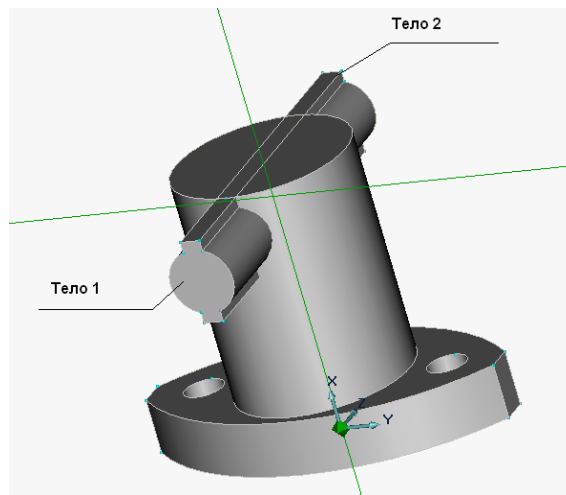

Рисунок 2.15 – Створення 3D елемента
2. З'явиться запит профілю. Виберіть профіль 1 і 2 (рис. 2.15) і натисніть <Enter>.